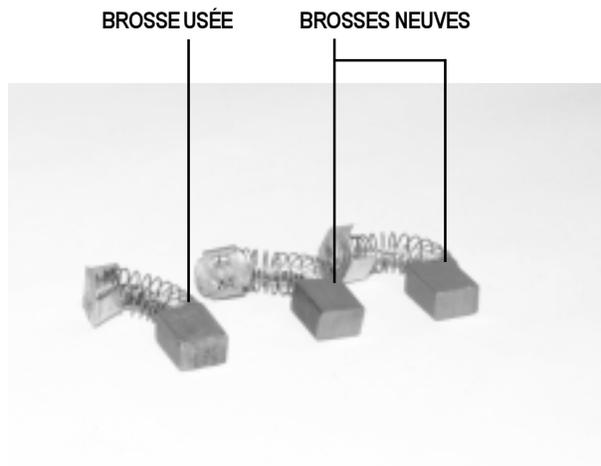

Figure 14. Brosses De Moteur
4. Vérifiez-en l'usure (voir la figure 14).